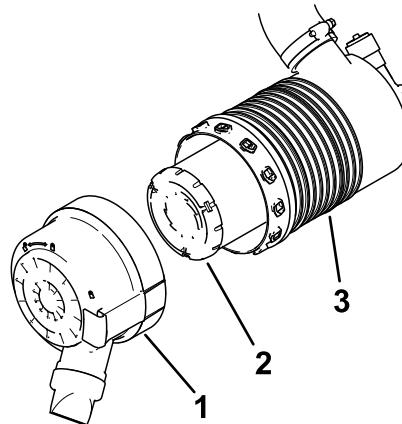

Figure 39
- Reposez le couvercle du filtre à air, le capuchon protecteur orienté en bas comme indiqué à la Figure 39, et fermez les attaches.